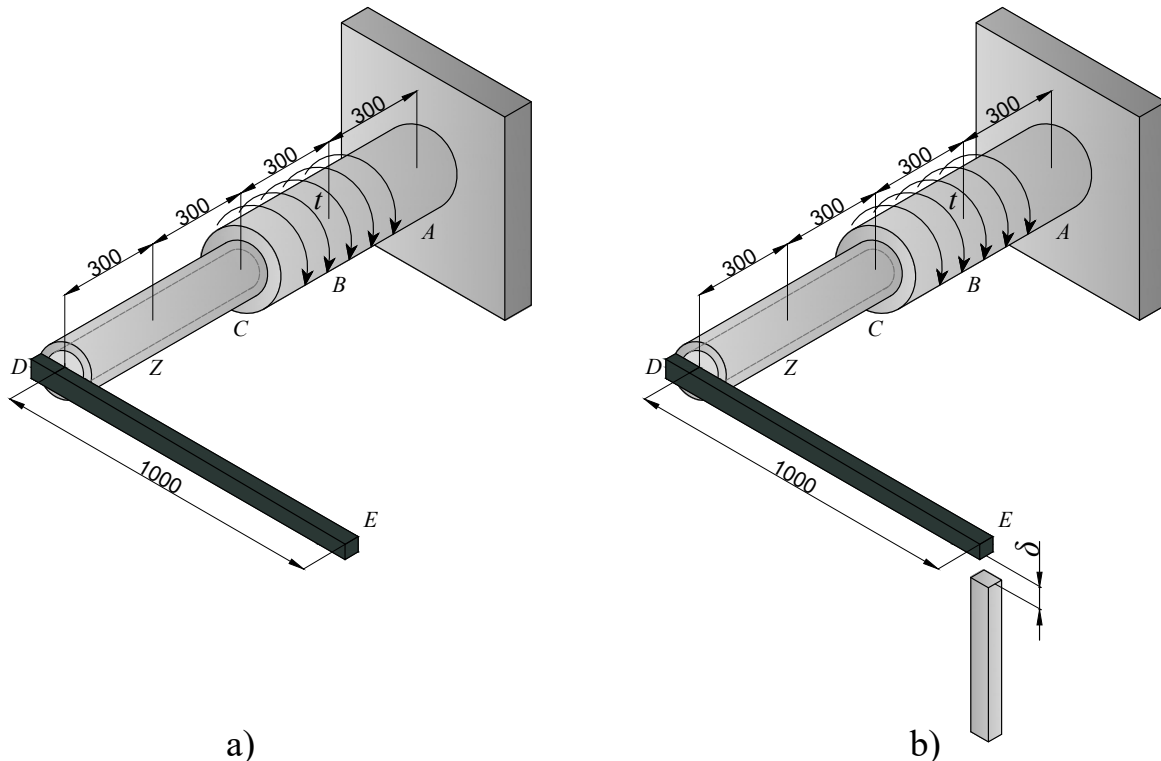

Figura 1: Eje
**Problema 1.– (2.5 Pts.)** La figura 1 muestra un eje macizo AC empotrado en A de 120 mm de diámetro, unido a un eje tubular CD de 80 mm de diámetro exterior y un espesor de 10 mm, ambos fabricados en aluminio ( $E = 70[GPa]$ ,  $\nu=0,27$ ). Sobre la sección maciza se aplica un momento uniformemente distribuido  $t = 120kNmm/mm$  que comienza a una distancia de  $300mm$  desde la empotradura hasta el punto C, tal como se muestra en la figura 1 (a). En uno de los extremos del eje tubular se adhiere una barra perfectamente rígida. En función de lo anterior se pide:
2. Una vez aplicado el momento torsor, se detecta que el punto E desciende más de lo deseado, por lo que se coloca un soporte vertical deformable de aluminio (largo de  $50cm$  y área transversal de  $36cm^2$ ) que dificulta su desplazamiento a partir de una distancia  $\delta = 10mm$  de este (figura 1 (b)). Despreciando los efectos de la flexión elástica, determine la fuerza de contacto entre el soporte y el elemento rígido, y el diagrama de momento torsor para la nueva configuración. Calcule además el esfuerzo de corte en la empotradura y en el punto Z. **1.2 Pts.** Resp:  $F_{cont} = 2099.23N$ ,  $\tau_A = 100MPa$ ,  $\tau_Z = 30.5MPa$